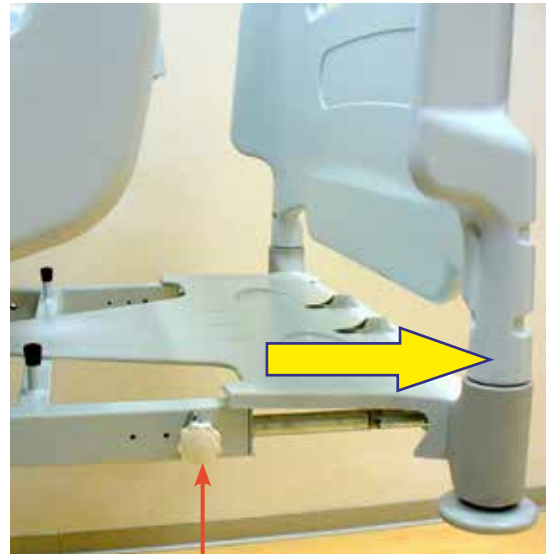

Fig. 2
- sbloccare l'allungaletto svitando i pomelli (18), posti in entrambi i lati del letto, e tirare la sezione verso l'esterno fino a fine corsa (Fig. 2);
- riavvitare i pomelli (18) per bloccare la sezione.